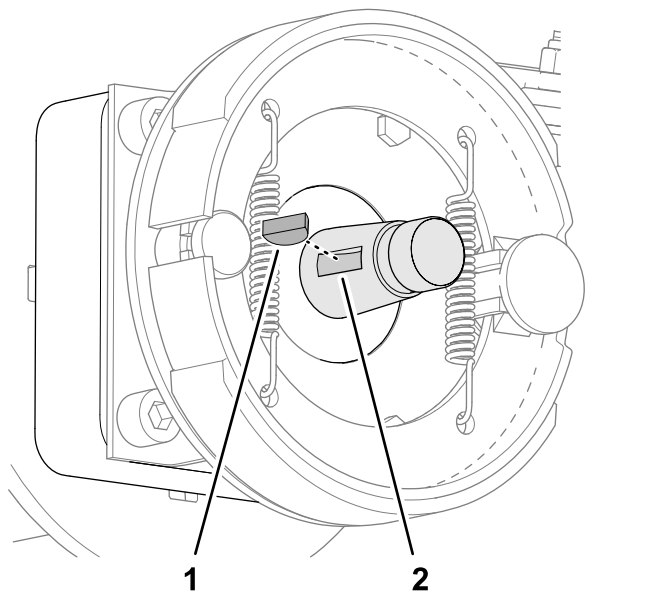

Figure 63
5. Retirez la clavette demi-lune de l'arbre du moteur de roue (Figure 63).